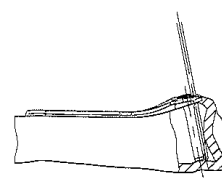

図7
- 7) この時、1.3ガイドピンが遠位ロッキングピンの外径又は遠位ロッキングスクリューの谷径に一致していることをイメージ下で確認します。（図7）